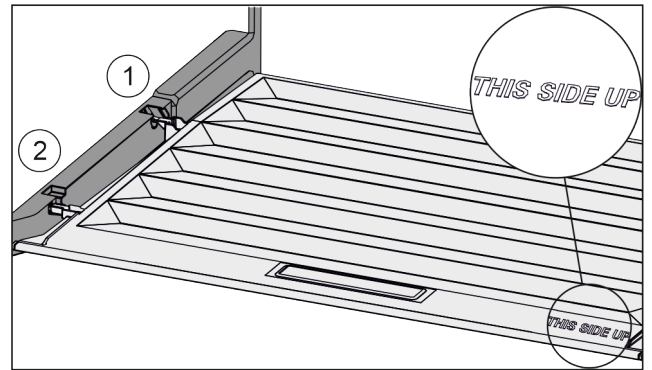

Fig. 55
- ▶ Вставить поперечные ребра крышки через отверстие заднего держателя Fig. 55 (1) и защелкнуть спереди в держателе Fig. 55 (2).